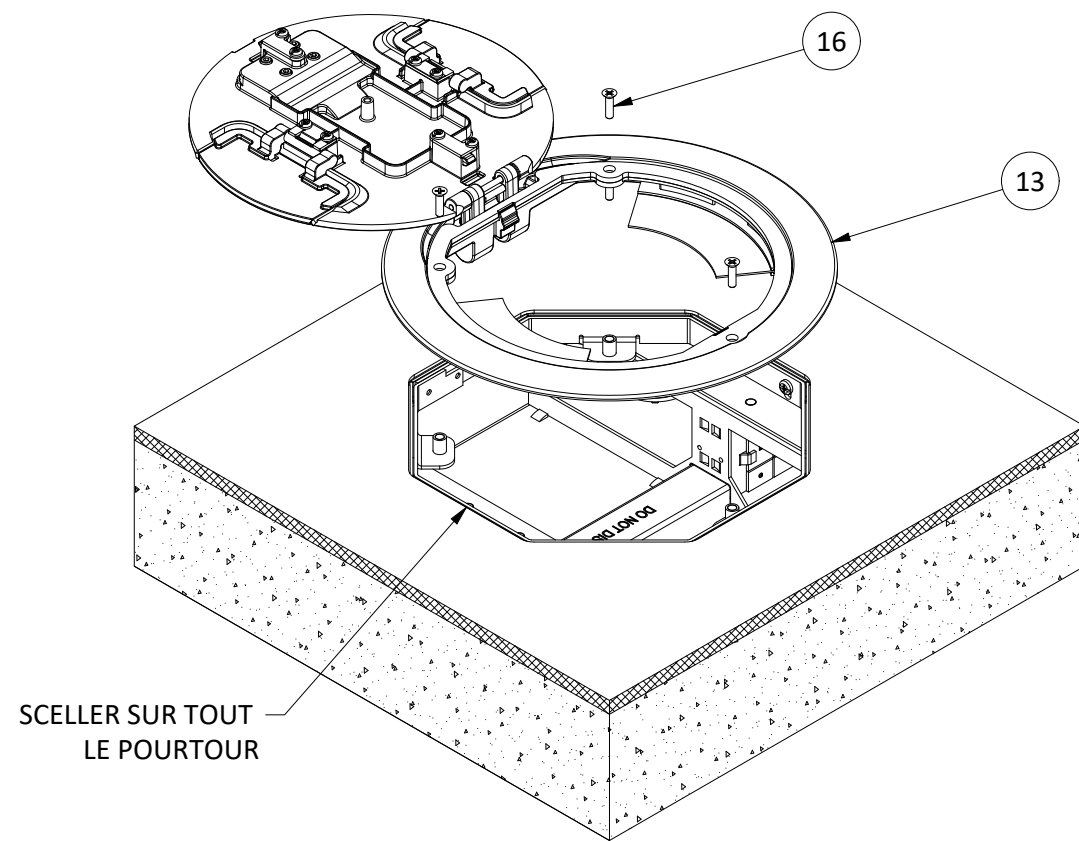

FIGURE 5
21. Obturer le jeu autour du collier de soutien du couvercle [12] avec un cordon continu de silicone de type RTV pour applications électriques (CONSULTER LA FIGURE 5).